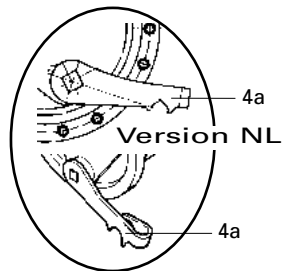

Bild 3
- Passa in hjulet i gaffeln och för in bromssköldens övre ände (10) i urtaget resp. rörklammern (8) på gaffelbenet. Var noga med att trycka in navaxeln så långt det går i gaffeländarna.
- Trä på brickor (se figur) på axeländarna och dra åt axelmutterarna (1) med ett åtdragningsmoment på 30 - 40 Nm.
- Häng in vajer med gaffeldel (5) i bromsarmen (4).
- För trumbromsnav av NL-utförande (med arm 4a) får endast original Holland-bromsvajer användas (gaffeldel (5) kan inte användas i detta fall) (bild 3).